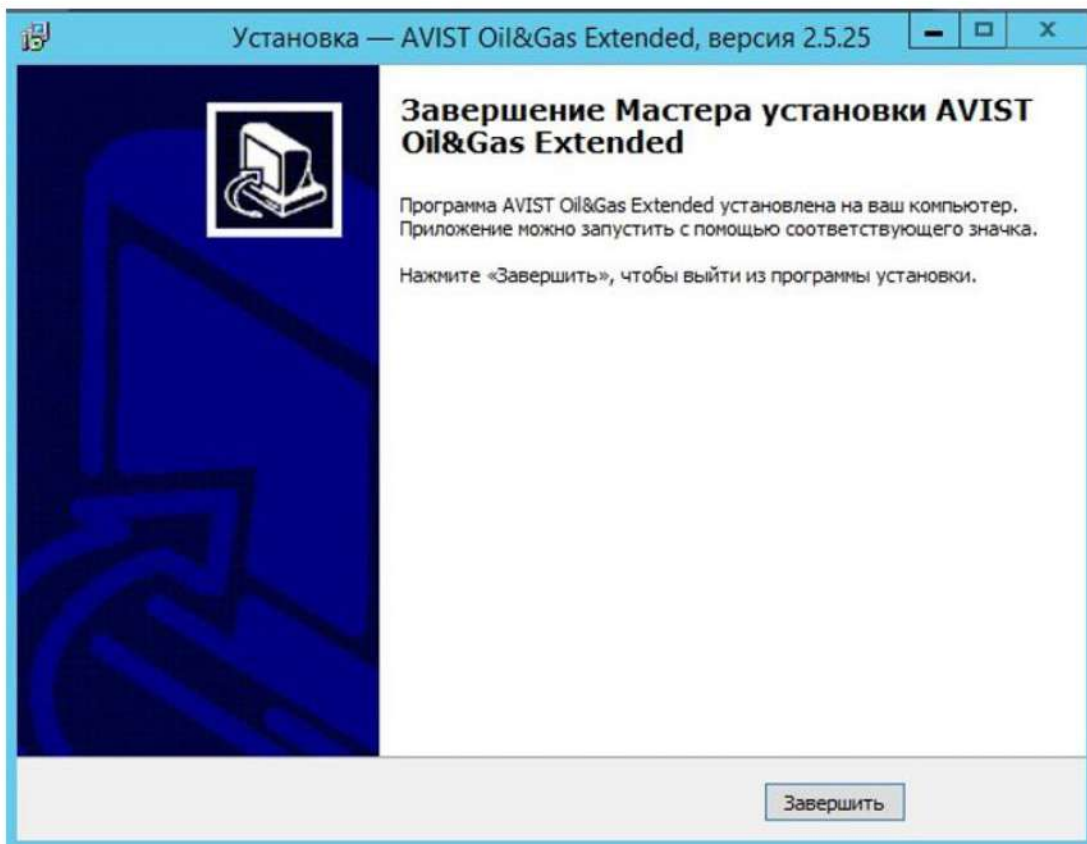

Рисунок 61 - Завершение установки
15) Нажать кнопку «Завершить» (Рисунок 61). Установка завершена.